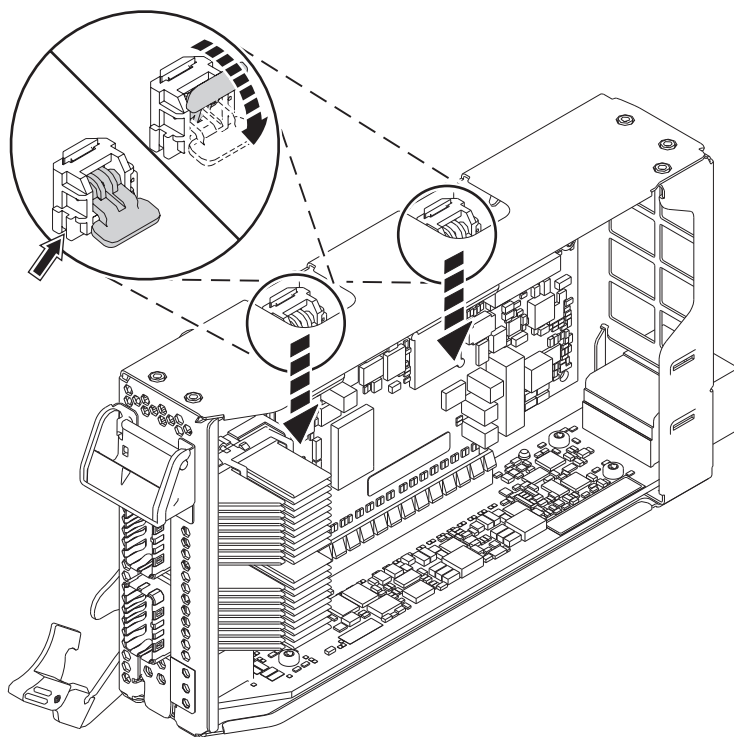

Figura 31. Bloqueig dels trinquets del casset
- d. Feu girar els trinquets del casset que es troben a l'extrem superior del casset perquè quedin fixats al seu lloc. Consulteu Figura 31.